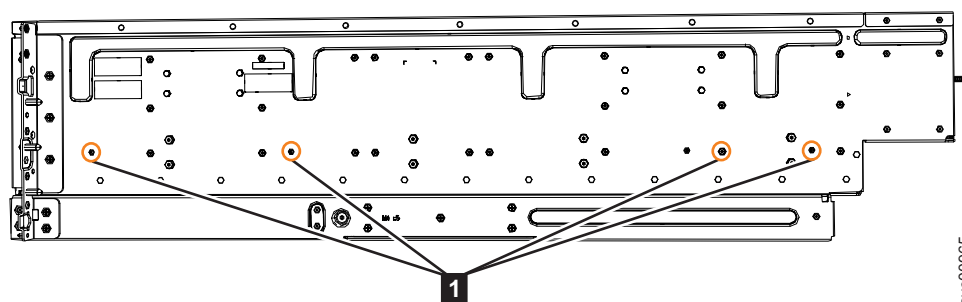

Figura 56. Ubicaciones de tornillo para conectar el riel interno al alojamiento
4. Utilice cuatro tornillos M4 para conectar el riel interno al lateral del alojamiento. La Figura 56 muestra las ubicaciones de tornillo.